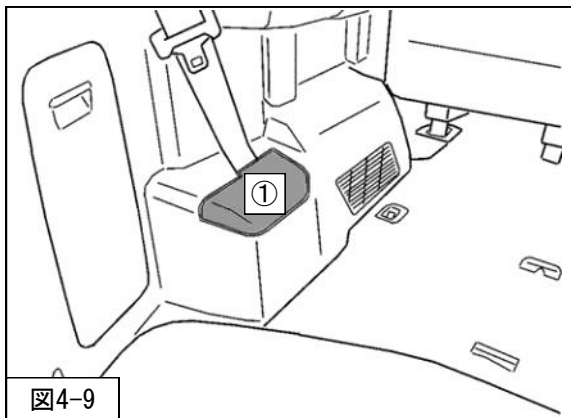

図4-9
12. ①サイドサービスホールカバーを車両に取付けてください。(図4-9)